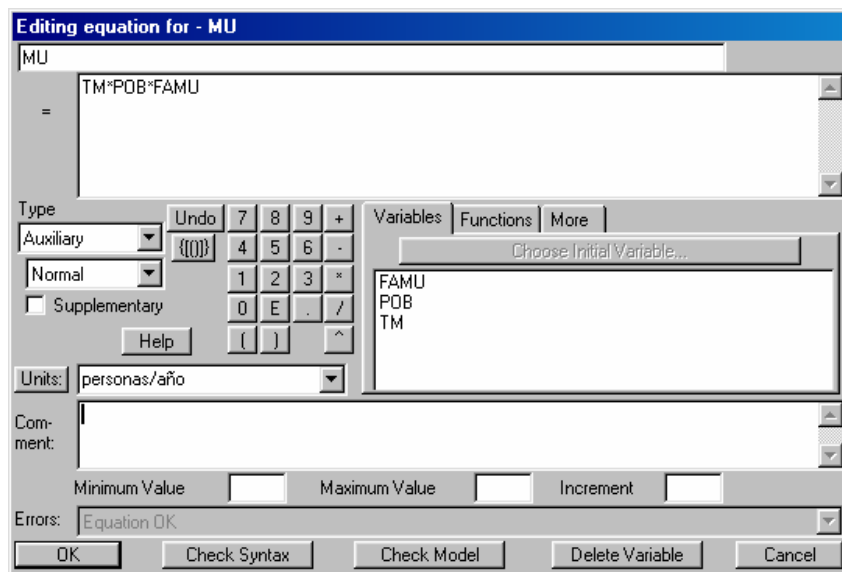

Figura 36: Edición de la variable MU.
3. Pulse sobre la caja negra de la variable MU y modifique la ecuación tal y como muestra la Figura 36.